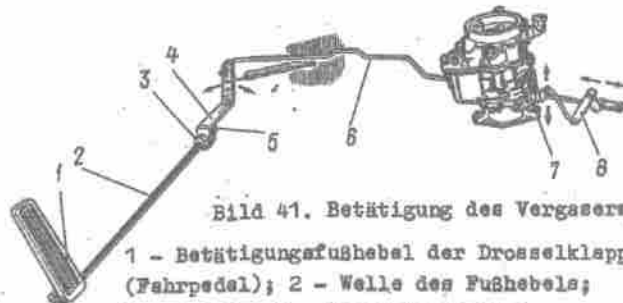

Bild 41. Betätigung des Vergasers:
1. Ende der Feder (Bild 41) vom Hebel 4 der Welle lösen.